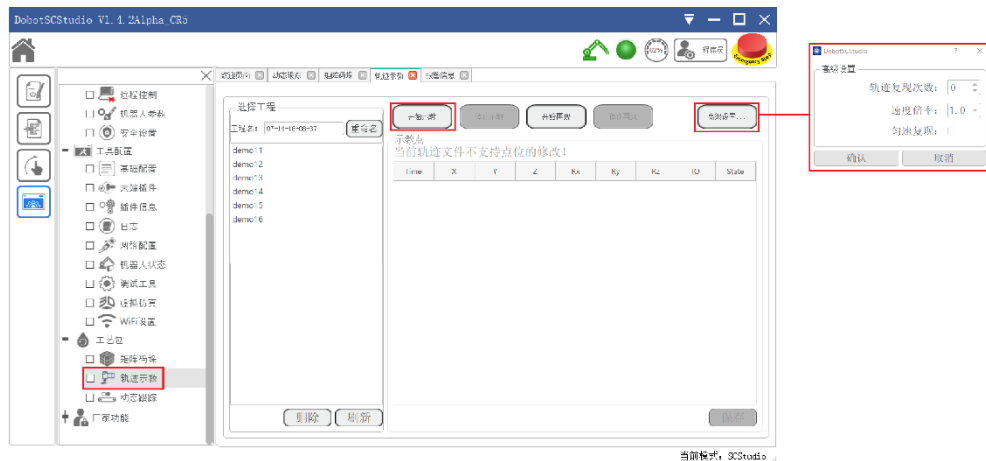

图 4.7 轨迹示教页面
**步骤 1** 单击“工艺 > 轨迹示教”进入轨迹示教页面，如图 4.7所示。